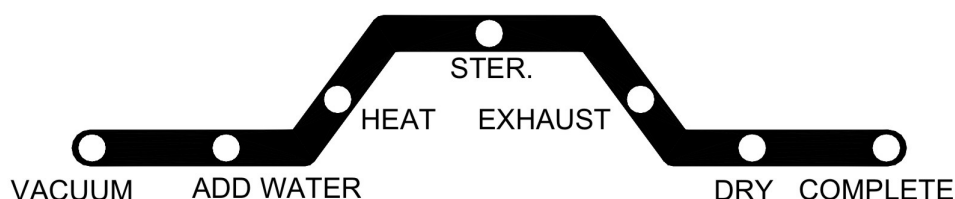

Figura 44
D. Presione el botón **START** (INICIO) **START**, la configuración de temperatura, duración, y tiempo de secado desplegado dos veces en una pantalla de tres dígitos, y luego el esterilizador correrá de forma automática a través del programa seleccionado. El progreso actual del ciclo de esterilización está indicado por la LED iluminada en el indicador del estado de proceso. (Figura 44)